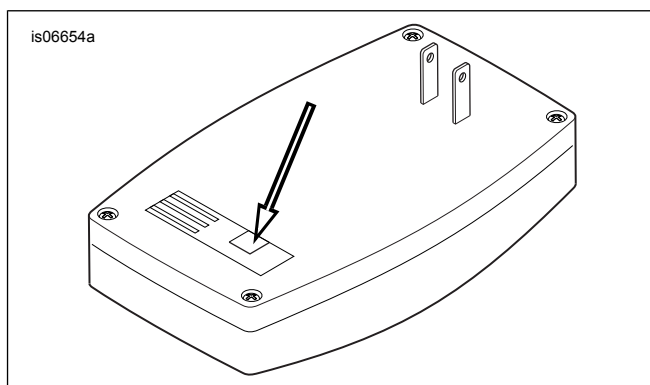

Figura 2. Receptorul mecanismului de deschidere a ușii garajului, vedere din spate
7. Consultați Figura 2. Conectați conectorul la ansamblul cablurilor receptorului de deschidere a ușii de garaj Harley-Davidson în partea din spate a receptorului de deschidere a ușii de garaj Harley-Davidson în locul arătat.